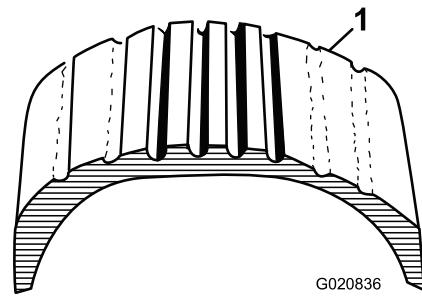
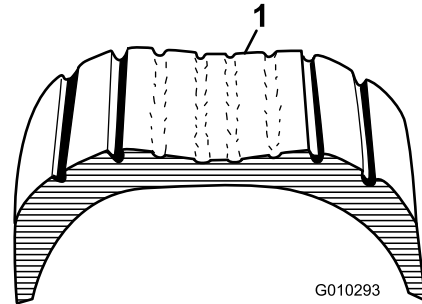

Figura 59
Figura 60
1. Inspeccione visualmente los neumáticos en busca de daños y desgaste (Figura 59 y Figura 60).